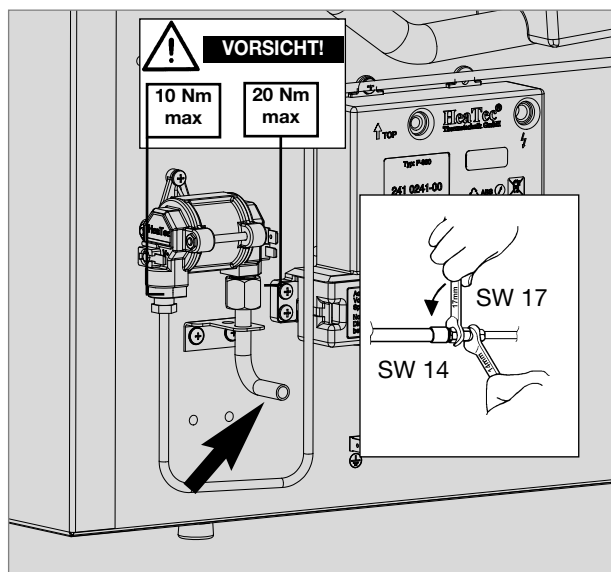

Fig. 34
- **La connessione del gas all'apparecchio è effettuato tramite un manicotto (Ermeto) appropriato per il tubo L8, DIN 2353-ST, conforme alla norma EN 1949 (fig. 34).**